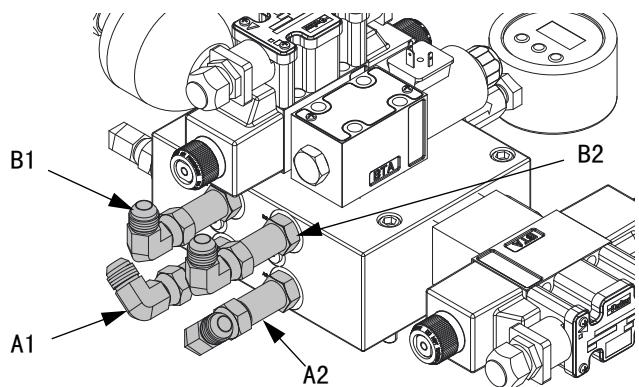

图 21：L 头敷料装置液压罩
7. 将所有液压管路连接至敷料装置外壳。请参见 图 21 (第 27 页)。